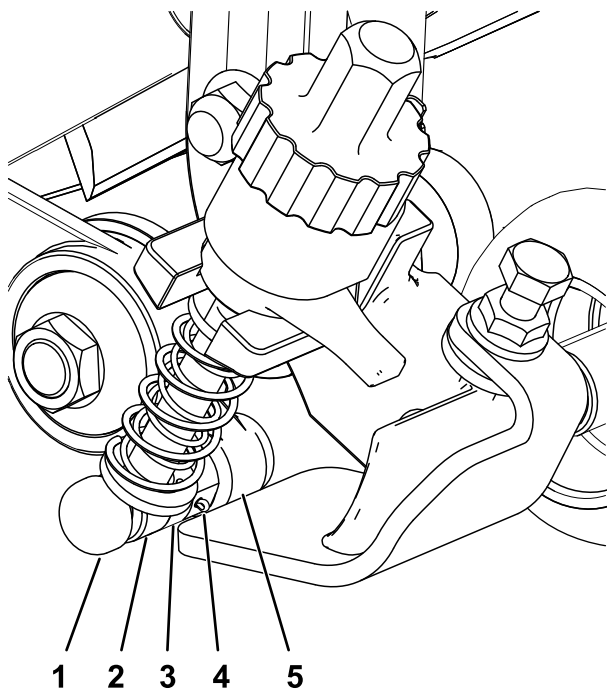

Рисунок 12
- Удерживая барабан в зафиксированном положении, затяните шестигранную головку на валу блока привода с моментом от 135 до 150 Н·м; см. Рисунок 12.
3. На стороне натяжного ролика в сборе выровняйте шток рычага регулятора на кронштейне высоты скашивания (НОС) относительно втулки регулятора на натяжном ролике в сборе и закрепите его при помощи штифта регулятора и шплинта (Рисунок 12).